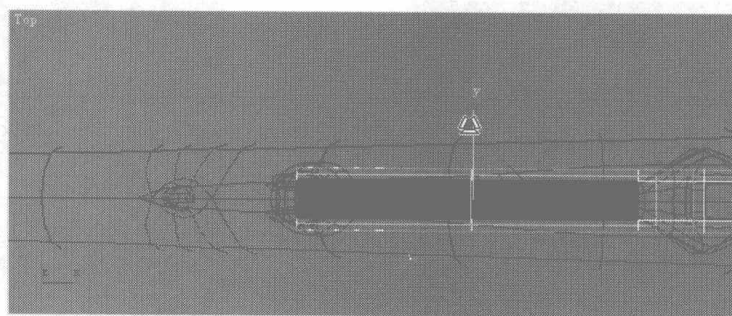
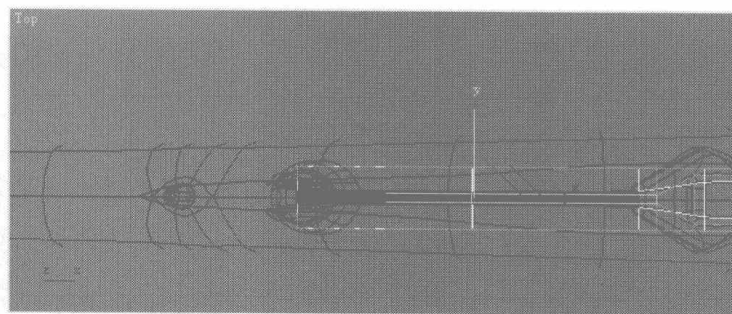
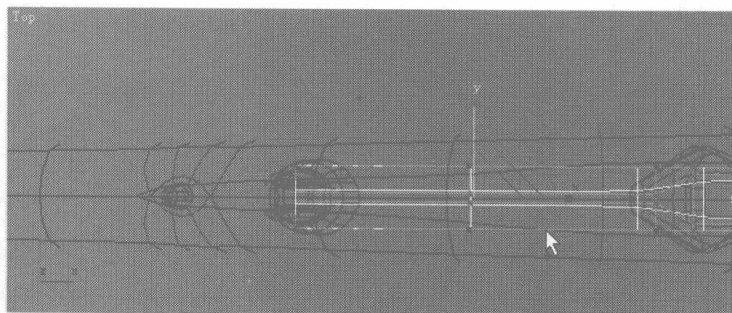
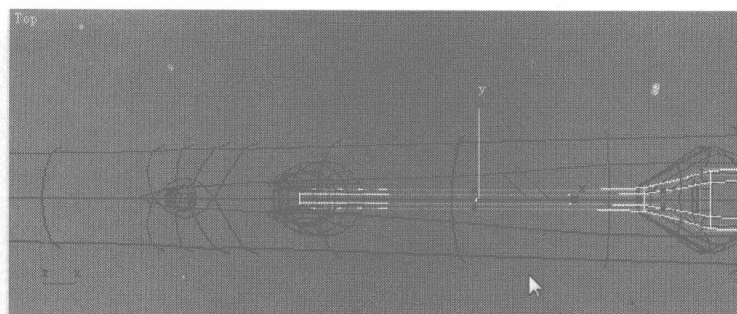

图 2.338
图 2.339
图 2.340
图 2.341
- 50** 选择如图 2.338 所示的曲线, 利用缩放工具调整到如图 2.339 所示的位置。选择如图 2.340 所示的点, 调整到如图 2.341 所示的位置。